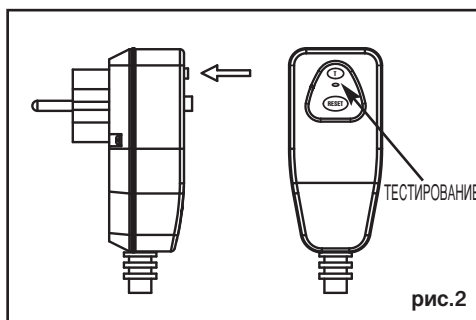

рис.2
2. Нажмите кнопку Т на пробке RCD. Индикатор должен быть выключен. Смотрите рис.2.